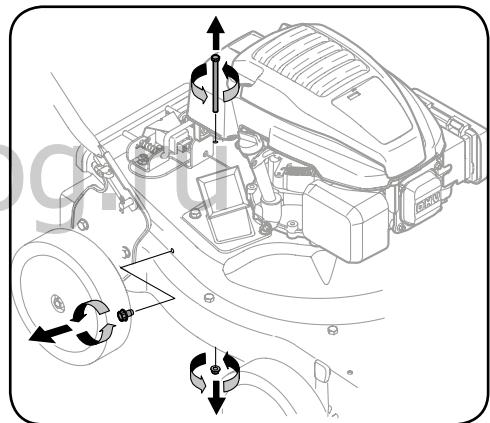

Рисунок 7-3
- Выкрутите самонарезающий винт из экрана измельчителя с правой стороны машины. Для получения доступа к этому винту может понадобиться отсоединить кронштейн-подвеску шланга. См. рисунок 7-3.
- Выкрутите винт с шестигранной головкой в верхней части заднего кожуха рядом с монтажным кронштейном и фланцевую контргайку, удерживающую экран измельчителя. См. рисунок 7-3.